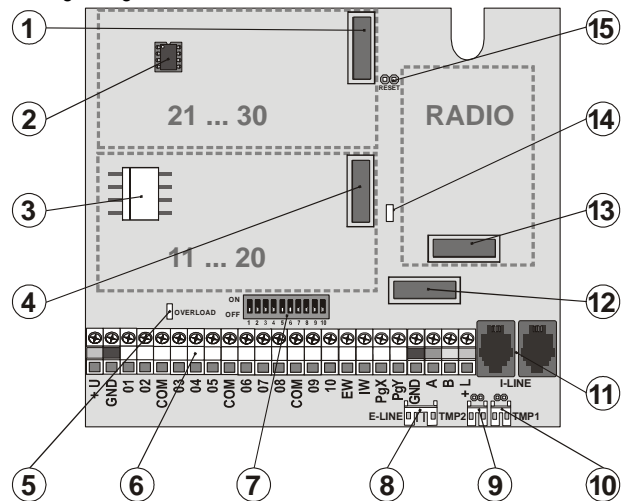

Bild 1 Grundplatte der Vermittlungsanlage
1. Stecker für den zweiten Modul der Drahteingänge JA-82C – bestimmt für den Modul der Eingänge mit der Adresse L21 bis L30. Für seine Funktion muss immer der erste Modul (Bild 1, Position 4).
Beim Ansetzen von nur einem Modul JA-82C (Erweiterung auf zwanzig Eingänge) muss die Position 4 Modul benutzt werden - siehe Bild 1.
Das Funkmodul JA-82R wird in die Position 13 siehe Bild 1 eingefügt. Die Antenne für das Modul ist in der Beipackung und wird durch das einschieben in die Fugen an den Seiten des Schrankes montiert siehe **Bild. 9**. Somit kommt es zum verbinden des Steckers der Antenne mit den Pins auf den Modul JA-82R. Durch das Einlegen des Moduls ist es möglich in das System die drahtlosen Elemente zu lehren.